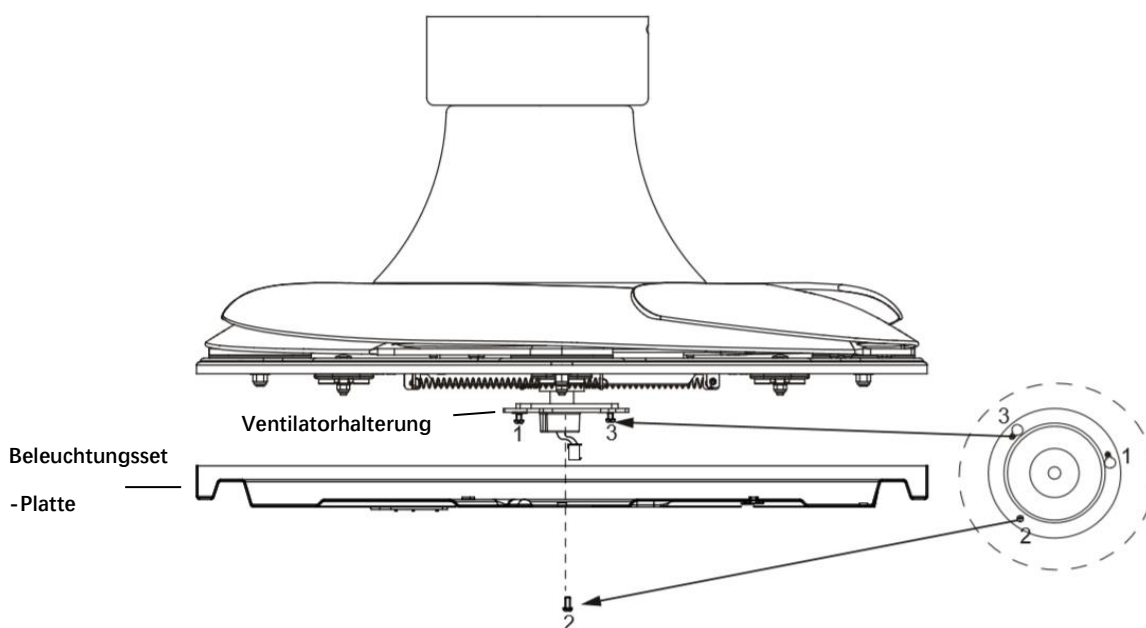

Abb. 6
INSTALLATION DES BELEUCHTUNGSSETS (Abb. 6 und 7)
1. Lösen Sie die Schraube (2) aus der Ventilatorhalterung. Richten Sie die zwei Schlitzschrauben (1 und 3) an den Schlüsselloch-Schlitzen (1 und 3) der Leuchtenhalterungsplatte aus. (Abb. 6)
3. Fixieren Sie die Schraube (2) an der Beleuchtungsset-Platte. Ziehen Sie alle drei Schrauben fest. Überziehen Sie die Schrauben nicht.